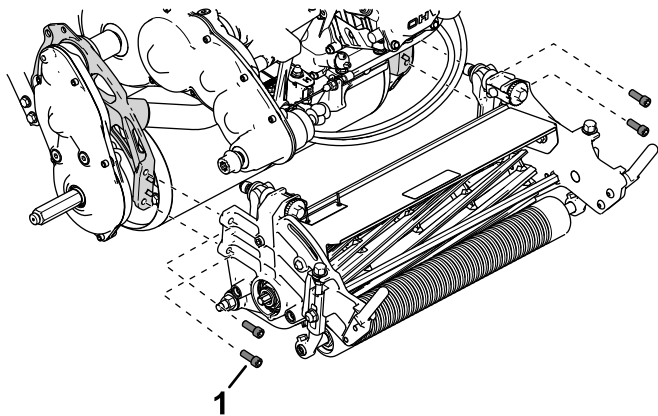

Figura 44
5. Con 4 viti a testa incassata fissate l'apparato di taglio al telaio (Figura 44).